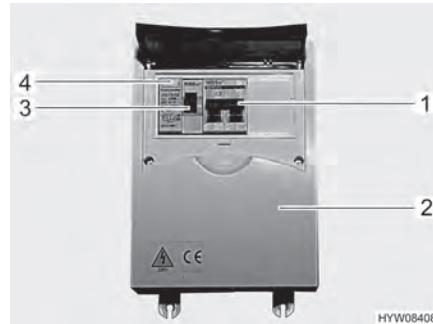

Bild 102 230-V-Sicherungskasten mit Leitungsschutzschalter und FI-Schalter
- Leitungsschutzschalter (Bild 102,1) im Sicherungskasten (Bild 102,2) ausschalten.
- Wenn das Fahrzeug an die 230-V-Versorgung angeschlossen ist, die Prüftaste (Bild 102,4) des Fehlerstrom-Schutzschalters (FI-Schalter) (Bild 102,3) im Sicherungskasten (Bild 102,2) drücken. Der Fehlerstrom-Schutzschalter muss auslösen.
- Den Fehlerstrom-Schutzschalter (Bild 102,3) wieder einschalten.
- Den Leitungsschutzschalter (Bild 102,1) im Sicherungskasten (Bild 102,2) ausschalten.